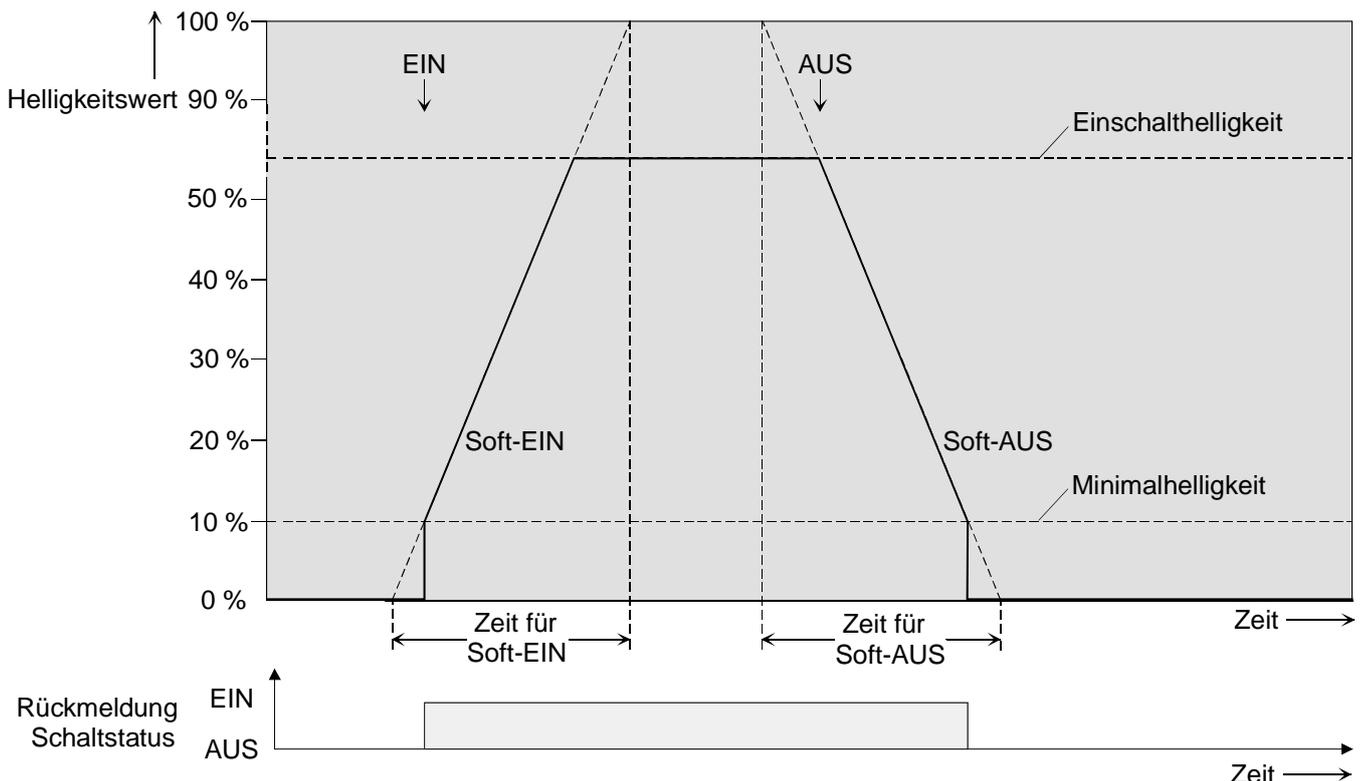

Bild 22: Dimmverhalten der Soft-EIN/AUS-Funktionen
Bei aktivierter Soft-EIN-Funktion wird beim Einschalten ein Dimmvorgang bis zur parametrisierten Einschalthelligkeit ausgeführt. Das erfolgt auch dann, wenn die DALI-Gruppe bereits auf einen Helligkeitswert kleiner Einschalthelligkeit eingeschaltet ist. Analog wird bei der Soft-AUS-Funktion beim Empfang eines AUS-Telegramms ein Dimmvorgang auf 0 % Helligkeit ausgeführt (vgl. Bild 22).
- i Der Dimmvorgang einer Soft-EIN-Funktion beginnt bei der im ETS Plug-In konfigurierten Minimalhelligkeit. Wenn eine DALI-Gruppe ausgeschaltet ist (Helligkeitswert = 0 %) und eingeschaltet wird, springt die Gruppe die parametrisierte Minimalhelligkeit an und beginnt mit dem Soft-EIN-Dimmvorgang auf Einschalthelligkeit (vgl. Bild 22).